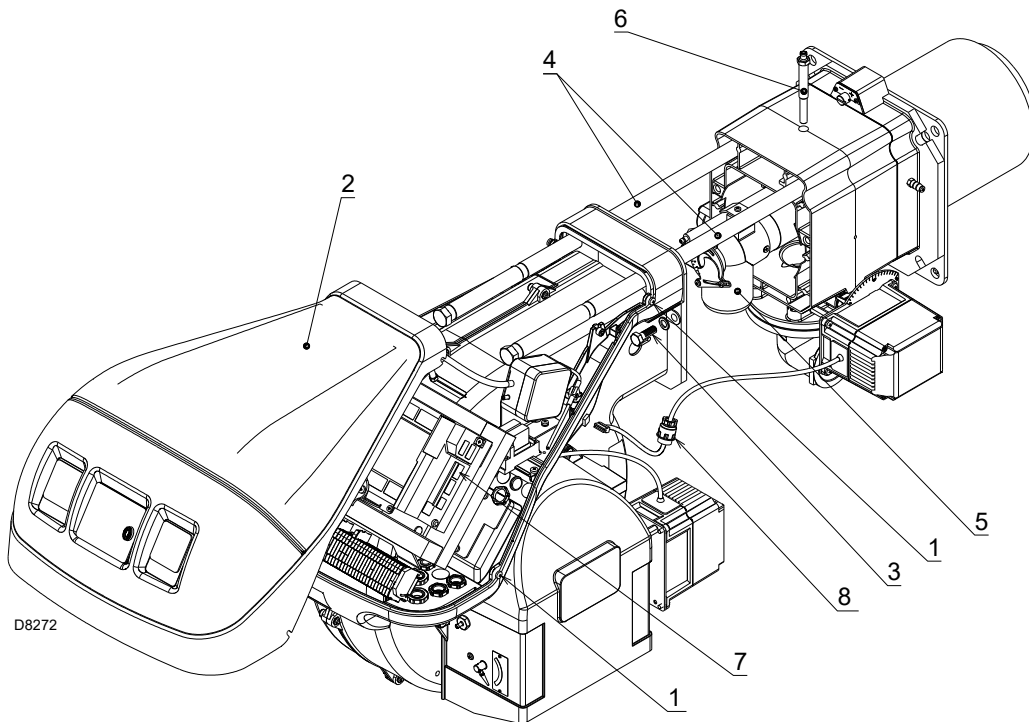

Abb. 39
Prüfen Sie, dass die Gasaustrittsöffnungen für die Zündphase im Verteiler des Flammkopfes von Verschmutzungen oder Rostablagerungen frei sind. Im Zweifelsfalle die Krümmung (Abb. 39 auf Seite 53) ausbauen.
- Die 4 Schrauben 1)(Abb. 39) lockern und die Haube 2) abnehmen.